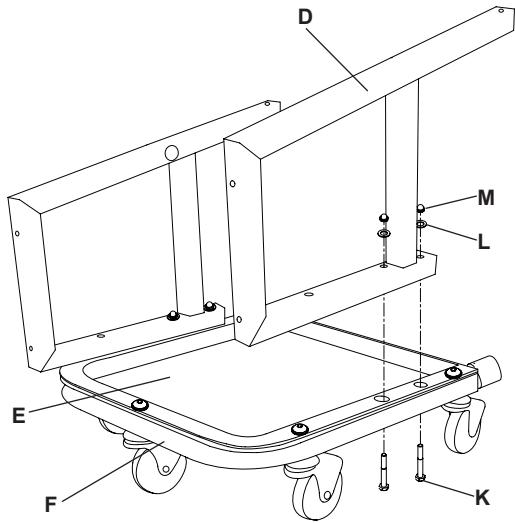

Figura 2: Ensamblaje de la bandeja para taburete y las ruedecillas
- Luego, fije los dos marcos laterales (D) de la marco de la rueda (F) al marco de las ruedecillas con dos pernos de cabeza hexagonal M8 x 60 (K), dos arandelas (L) y dos tuercas bellota (M) cada uno (Figura 2).